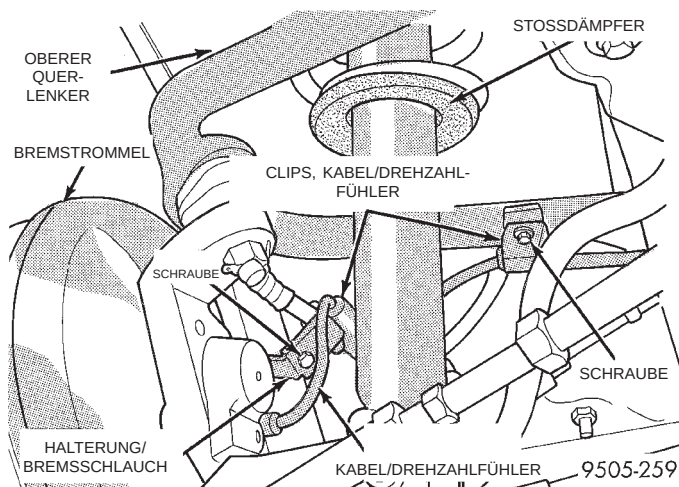

Abb. 26 Befestigung des Drehzahlfühlerkabels am oberen Querlenker
(8) Bei Fahrzeugen mit ABS die Clips des Drehzahlfühlerkabels von den Halterungen an beiden oberen Querlenkern lösen (Abb. 26).
(7) Bei Fahrzeugen mit ABS die Clips des Drehzahlfühlerkabels an den Halterungen am oberen Querlenker montieren. Schraube eindrehen und festziehen (Abb. 26).